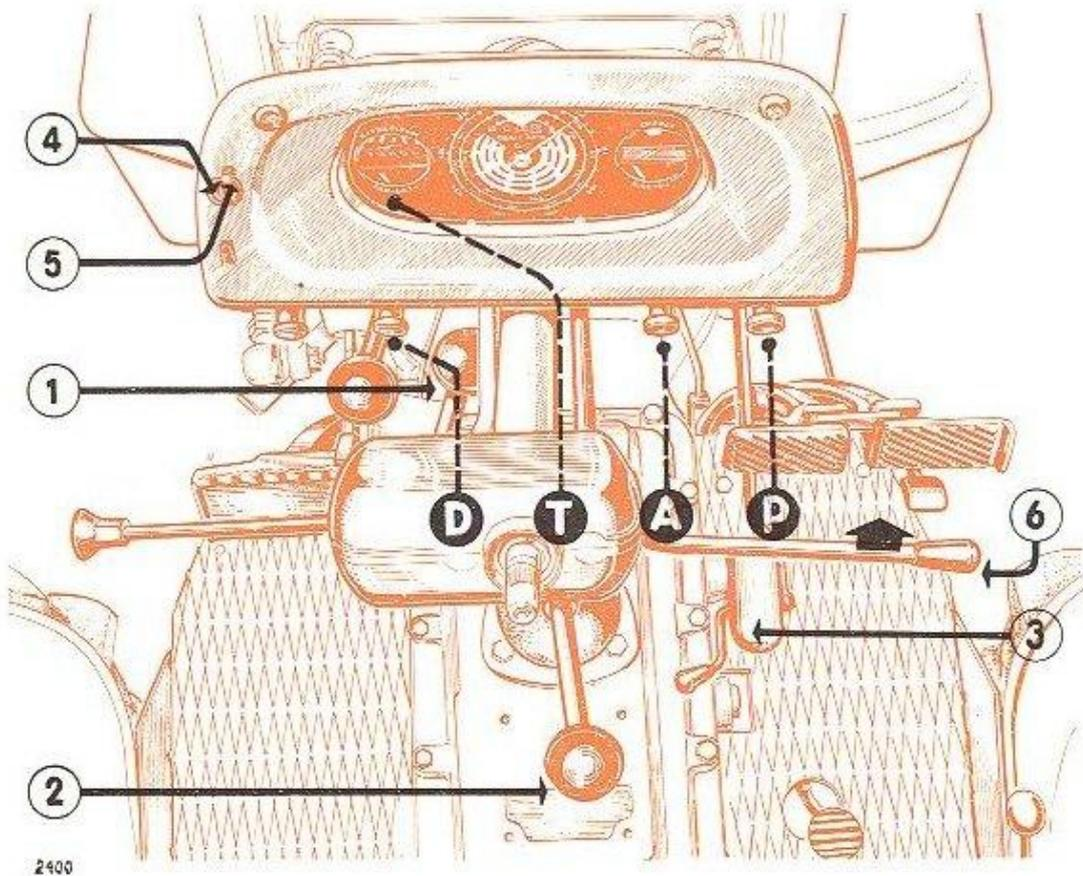

Fig. 9
- de prise constante (**rep. 1, fig. 9**)
- de changement de vitesses (**rep. 2, fig. 9**)
Vérifier que le frein de parking (**rep. 3, fig. 9**) est bien serré.
2^o Lever le rideau du radiateur en tirant au maximum sur l'anneau (**rep. 4, fig. 9**). Un cran d'arrêt (**rep. 5, fig. 9**) permet de bloquer la chaîne et de maintenir ainsi le rideau du radiateur à des hauteurs différentes en fonction de la température extérieure et de la charge imposée au moteur.
- 3° Amener le levier d'accélération à main (**rep. 6, fig. 9**) aux trois quarts de sa course vers le haut.
- 5° Tirer le contacteur général (**rep. A, fig. 9**) et contrôler si le voyant incorporé au thermomètre (**rep. T, fig. 9**) est allumé : le contact est alors réalisé.
- 6° Pousser le contacteur de démarrage (**rep. D, fig. 9**). Dès la mise en route du moteur, lâcher rapidement ce contacteur qui doit revenir à sa position initiale.
- Maintenir tiré pendant **45 secondes**, le commutateur (**rep. P, fig. 9**) d'alimentation aux résistances.
- Pousser sur le commutateur (**rep. D, fig. 9**) établissant le circuit » **Batteries-démarrage** » en maintenant tiré le commutateur (**rep. P, fig. 9**).
- 2^o Couper le contact général de l'installation électrique en poussant à fond sur le bouton (**rep. A, fig. 9**) disposé sur le tableau de bord.